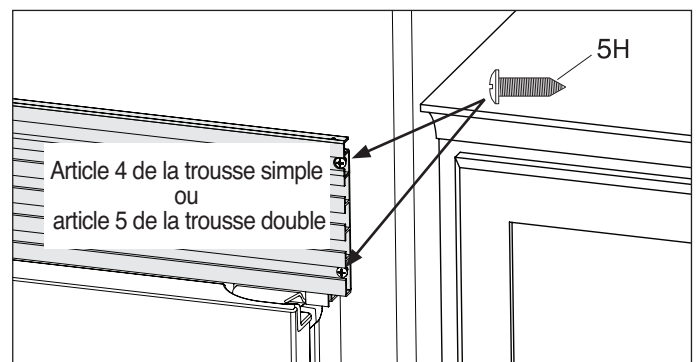

Figure 15
- a. Glissez les appareils en place. Ajuster la hauteur pour que la hauteur de la garniture supérieure atteigne 79,09 po (2009 mm). Centrer les appareils dans l'ouverture et mettre de niveau. (Voir la Figure 15).
- b. Percez des avant-trous de 1/8 po et vissez deux (2) vis sur les armoires de cuisine sur chaque côté à l'aide d'un tournevis Phillips.